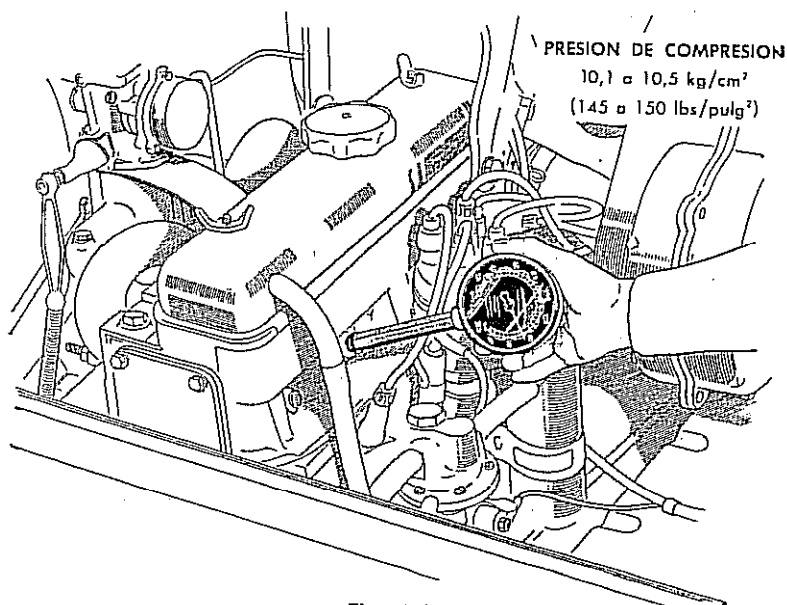

Fig. 15
- 4) Colocar el compresómetro en el alojamiento de la bujía (Fig. 15).